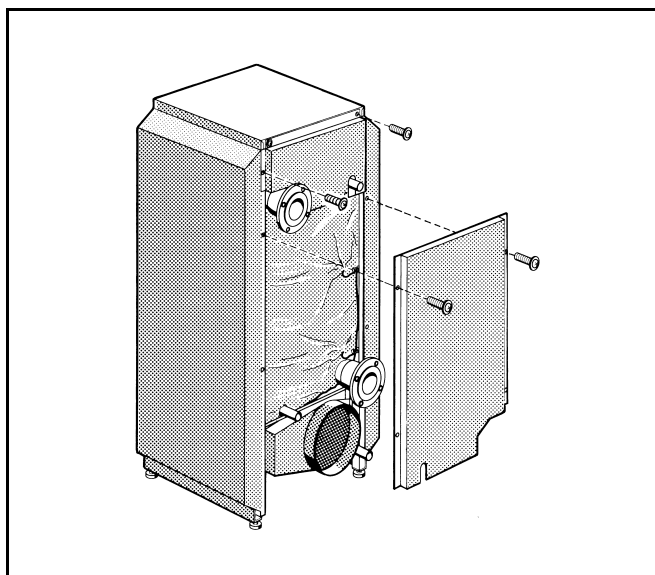

Fig. 14
- Appoggiare la parete posteriore superiore alle piegature delle pareti laterali ed avvitare con 1 vite autofilettante nella copertura e nelle piegature delle pareti laterali (fig. 14).
- Appoggiare la parete posteriore superiore alle piegature delle pareti laterali ed avvitare a destra e sinistra con 2 viti autofilettanti (fig. 14).